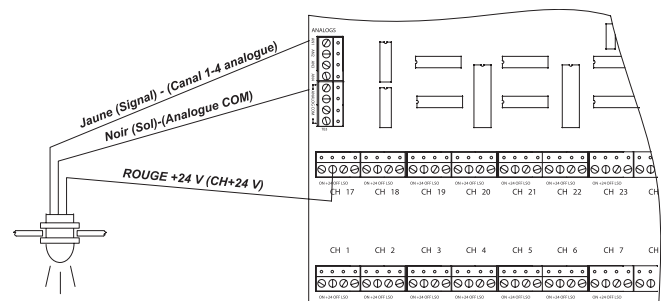

Figure 4. Câblage pour entrée analogique au ControlKeeper T
6. Assurez-vous que les bretelles de commande locales ont été placées en position locale (au-dessus des broches 2 et 3) pour les deux bretelles (J9 et J10) pour permettre 24 V c.c. aux canaux d'interrupteur basse tension. Voir figure 4 pour l'emplacement.
7. Veuillez consulter la Figure 4 pour obtenir des détails sur le câblage nécessaire à la connexion d'un photodétecteur analogique au système ControlKeeper T.